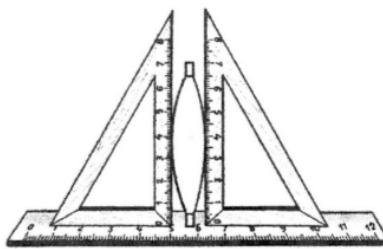

Рис.1
2. Измерьте толщину линзы  $h$  (рис.1)